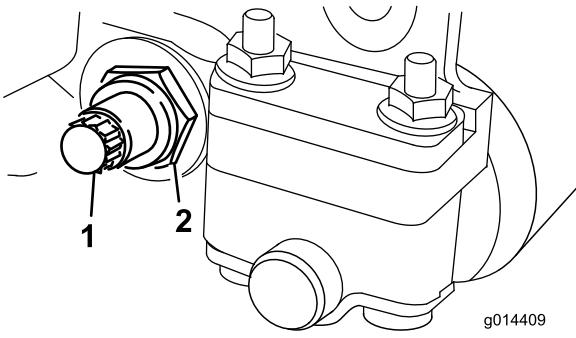

Figura 19
3. En cada lado de la máquina, afloje la contratuerca que sujetla el perno de la barra de asiento (Figura 19).
| 4. Retire todos los pernos de la barra de asiento, para poder tirar de la barra hacia abajo y retirarla de la máquina (Figura 19). | |